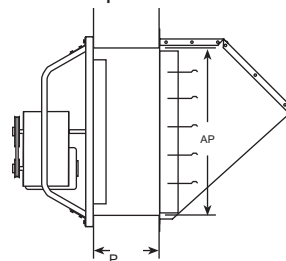

Figura 5 — Instalación Directa en la Pared
- El tamaño de la abertura en la pared se muestra anteriormente en la tabla de dimensiones. Los ventiladores que se montan directamente en la pared requieren un tamaño diferente de abertura en la pared (AP) de aquellos que se montan en collares de pared. Observe el tamaño del ventilador que tenga y el método de montaje para determinar el tamaño de la abertura en la pared.
- La Figura 5 muestra la instalación directa en la pared.